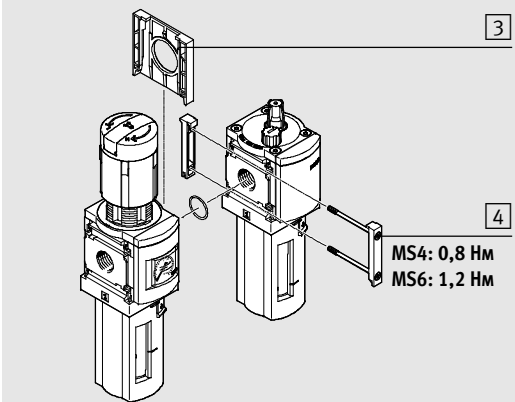

Рис. 2
- Расположите соединители модулей MS4/6-MV [4] в пазы MS4/6-LOE и соседних модулей. Между модулями должно находиться уплотнение (→ Рис. 2).